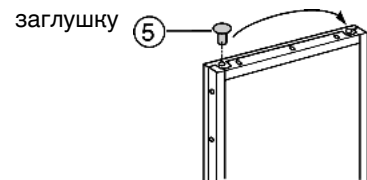

Fig. 5
- ▶ Переставьте заглушку Fig. 5 (5).